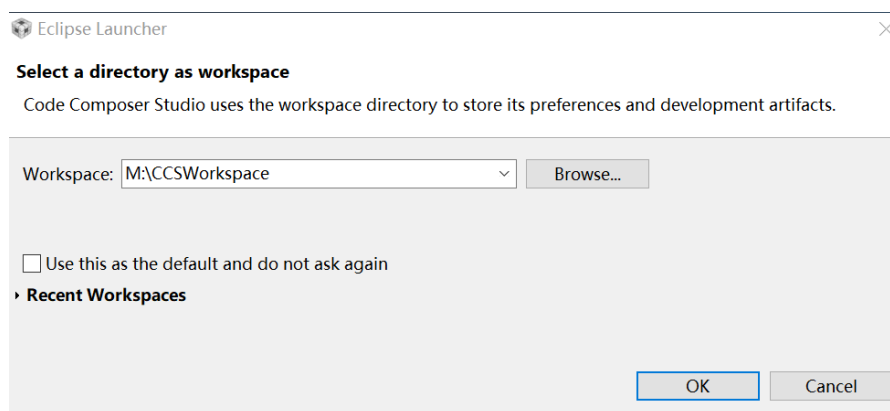

图 1-9 建立工作空间（workspace）
(4) 单击 Finish，将运行 CCS，弹出如图 1-9 所示窗口，我们可以在电脑中合适的区域建立工作空间 (workspace)，尽量不要将 "Use this as the default and do not ask again" 选项勾选上，因为以后想要更改工作空间将非常麻烦。